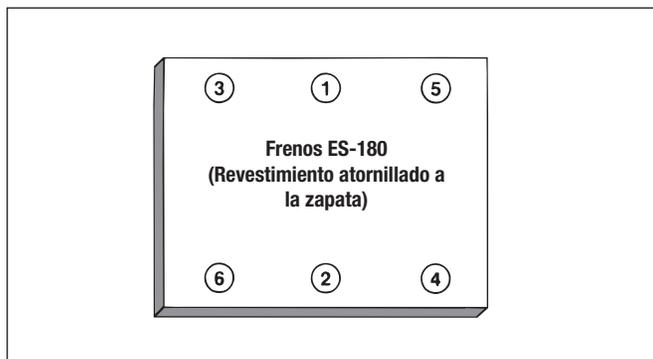

Figura 44 – Orden para apretar los tornillos del revestimiento
**NOTA:** Cuando instale revestimientos o forros, asegúrese de que estén colocados correctamente para que coincidan con los patrones de remaches o pernos. Consulte la figura 44.